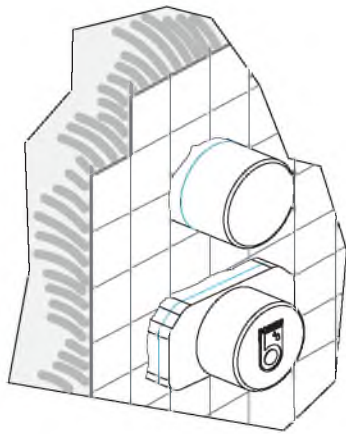

Fig 31
9. Clad the walls, see Fig. 31.
9. Verputzen, siehe Abbildung 31.